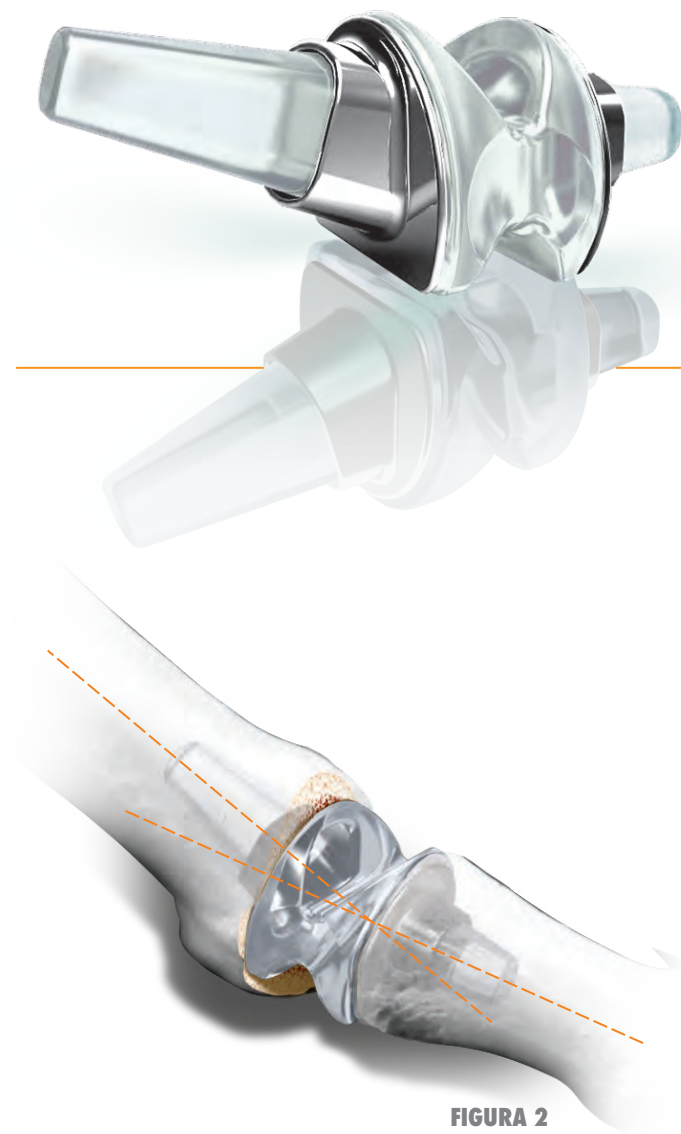

FIGURA 2
- Stelo prossimale inclinato anatomicamente a 16° per replicare l'angolo di declinazione naturale del 1° metatarso.(Figura 2)